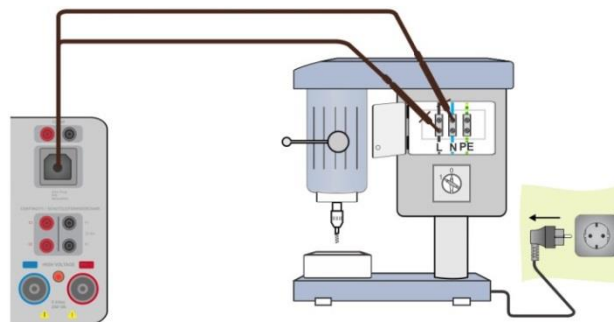

Abbildung 6.149: Messung Entladezeit
- Verbinden Sie das Restspannungskabel mit dem Instrument und mit dem zu prüfenden Gerät (DUT), siehe **Abbildung 6.149**.